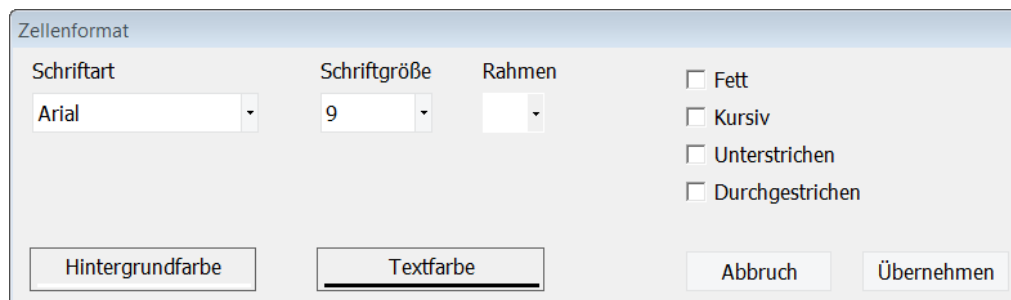

Abbildung 26: Dialog zur Formatierung einer Zelle
ZELLE(N) FORMATIEREN	Selektierte Zellen werden über einen Dialog (Abbildung 26) formatiert.
Hinweis zur Formatierung: In SOFTEMA werden die Zelleninhalte entsprechend der Formatierung der Excel-Datei dargestellt. Über den oben genannten Menübefehl lassen sich Zellen in einem Dialog (Abbildung 26) formatieren. Diese Formatierung wird dann in der Excel-Datei gespeichert und ist damit auch beim Laden der Projektdatei in Excel sichtbar.